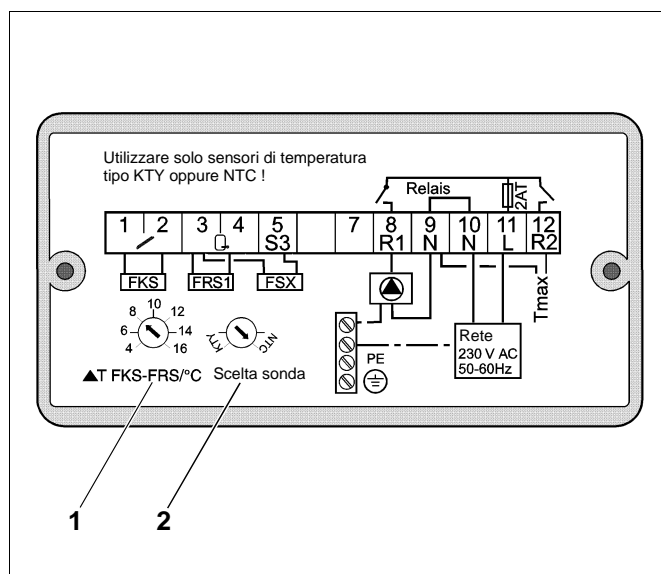

Fig. 30 Logamatic KR 0105 - parte posteriore
(fig. 30, pos. 1 e 2). Se il calore viene portato via come descritto, si accende LED II verde. Raffreddandosi in seguito di 2 K l'utenza con tarata la massima temperatura accumulatore, la funzione raffreddamento si disinserisce.
1. **Differenza di temperatura per l'inserimento  $\Delta T$**  fra il collettore e l'accumulatore (fig. 30, pos. 1). La differenza di temperatura di inserimento  $\Delta T$  fra il collettore e l'accumulatore è tarata di fabbrica sul valore di 8 K.
2. **Scelta del tipo di sonde** (fig. 30, pos. 2). La scelta sonde è tarata di fabbrica su NTC. Utilizzando le sonde fornite a corredo si deve mantenere la taratura predisposta di fabbrica.